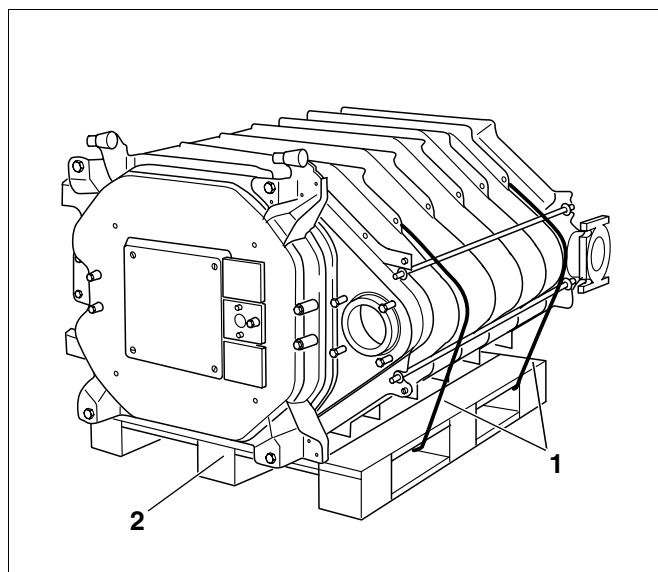

Fig. 23 Kjelblokk på pall
- Skjær over sikringsbåndene (Fig. 23, **Pos. 1**).
- Fjern pallen før oppstilling (Fig. 23, **Pos. 2**).